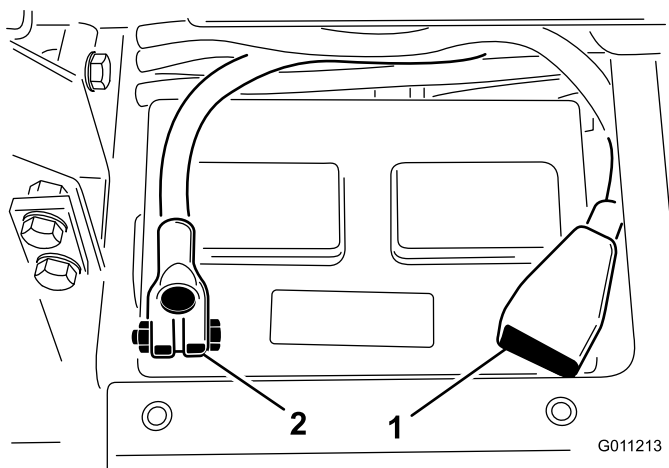

Bild 5
8. Klemmen Sie das Pluskabel (Rot) am Pluspol (+) der Batterie und das Minuskabel (Schwarz) am Minuspol (-) der Batterie an und befestigen Sie die Kabel mit den Kopfschrauben und Muttern (Bild 5). Stellen Sie sicher, dass die Plusklemme (+) vollständig auf